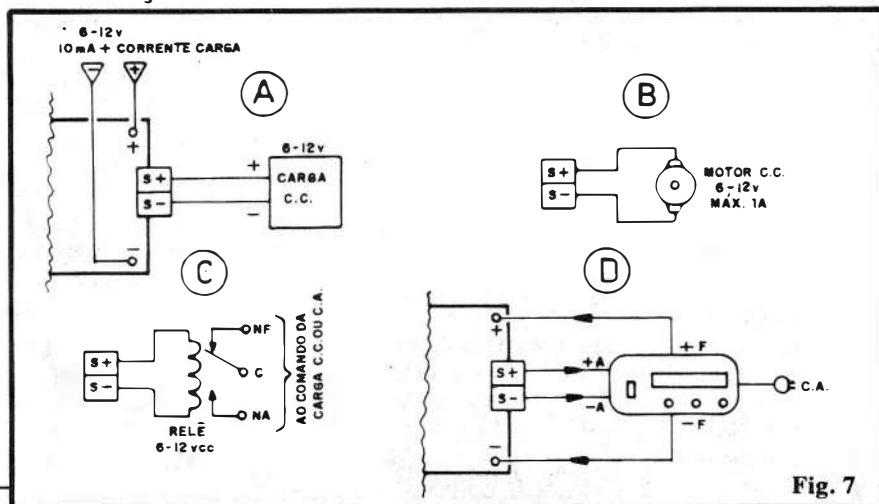

Fig. 7
A fig. 7 traz detalhes e exemplos diversos para as conexões de comando (CORFAC/carga) em seus aspectos e possibilidades gerais... Vamos ver tais exemplos individualmente:
- 7-B - Pequenos ou médios motores de C.C., cuja tensão de trabalho situa-se entre 6 e 12 volts, sob corrente máxima de 1A, podem ser acionados diretamente pelo CORFAC (a configuração de alimentação geral permanece conforme sugerida na fig. 7-A). Essa é uma carga típica existente em brinquedos, por exemplo... Enfim, o uso “mecânico” dado ao giro do motor fica por conta da imaginação e criatividade de cada um,